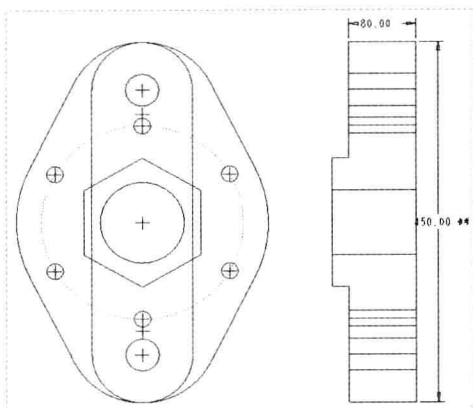

图 3-54 创建参考尺寸标注
Step 03 在绘图区最右侧的直线上单击鼠标左键，并移动鼠标指针至合适的位置，单击鼠标中键，创建参考尺寸标注，如图 3-54 所示。